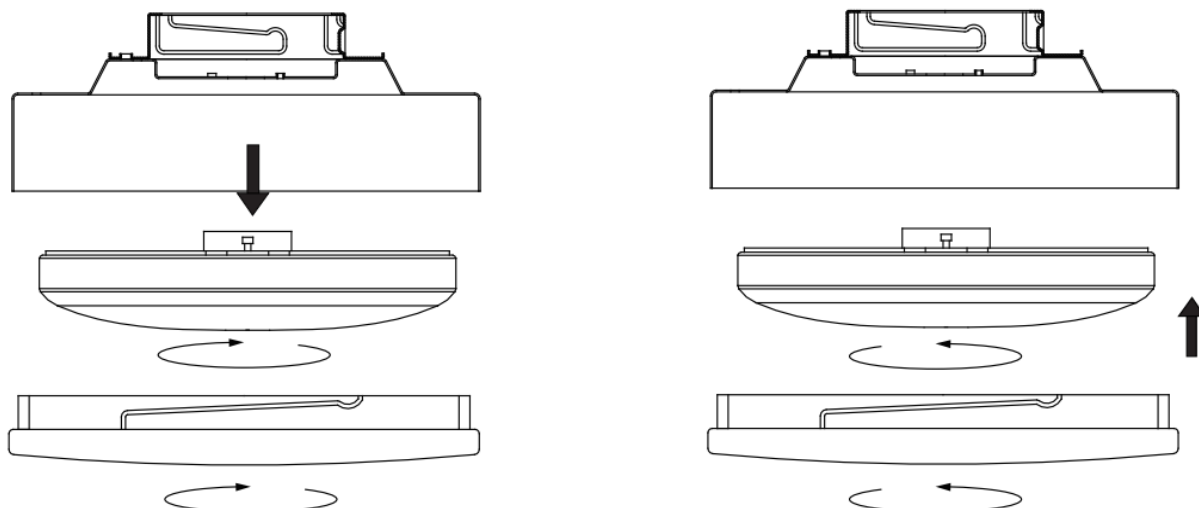

Fig. 7
**INSTALLATION DE L'AMPOULE (Fig. 7)**